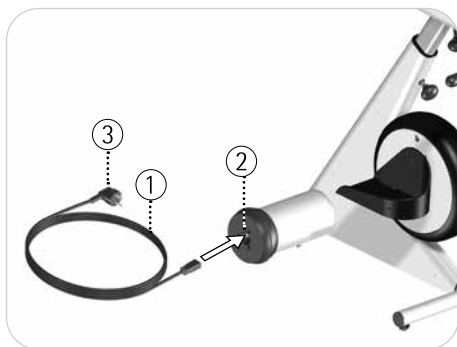

Bild 4.7
se bild 4.7 Anslut först nätanslutningsledningen ① till kallmaskinkontakten ② i MOTOMed:s hjulnav. Beakta att anslutningen sitter fast. Stoppa därtill in ③ nätanslutningsledningens ① nätkontakt i ett nätuttag i dina lokaler.